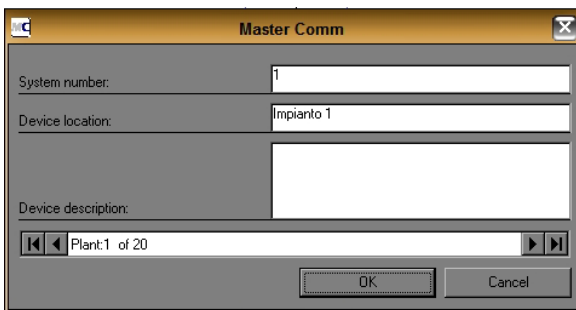

fig. 12
2. Dalla fig. 12 selezionare l'impianto n.1 (se non diversamente specificato). Fare click su “OK”.